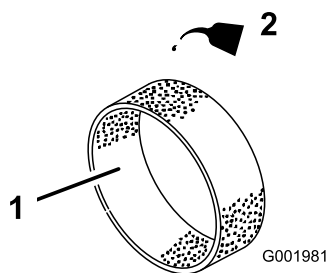

Figure 35
- Imbibez l'élément de 30 à 60 ml d'huile (Figure 35).